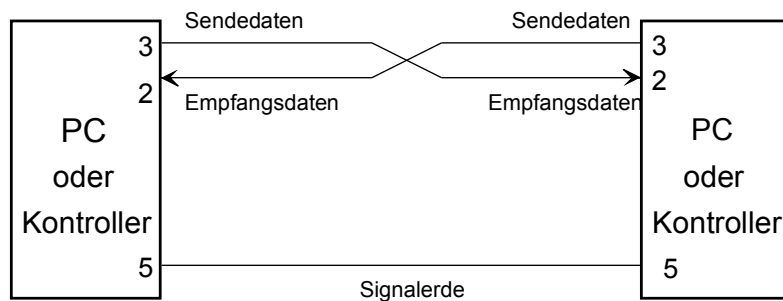

Abbildung 10
- Verbinden Sie zwei Konsolen über zwei COM-Schnittstellen (putty zweimal starten, kann auch auf demselben PC sein). Sie benötigen eine Null-Modem-Verbindung (Abbildung 10), die Sie mit Hilfe des Adapter-Boards erstellen.